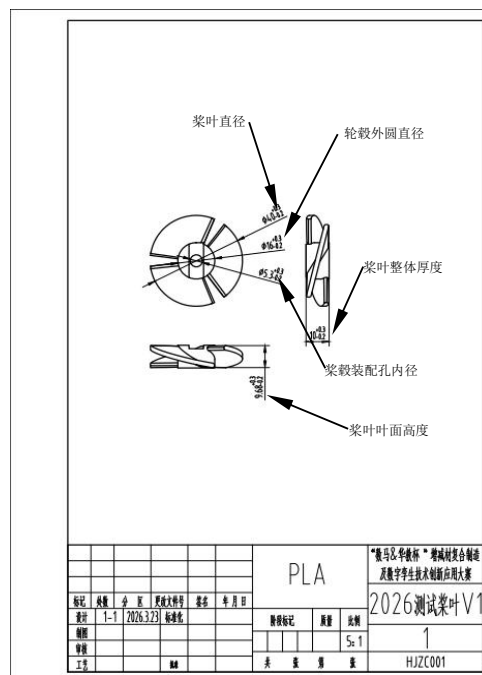

图 3 标注尺寸样图
(1) 桨叶、夹具（仅对高职高专要求）、水面航行器进行三维模型截图（模型必须为实体图，不能为线框图），必须有零件整体截图、正面、反面方向各一张并做好截图位置文件夹分类。
(2) 生成桨叶二维图纸需放在标准图框中（标准图框由组委会提供），二维图纸上应标注相应尺寸，尺寸应包含有公差，所有尺寸公差应控制在 $\pm 0.1\text{mm}$ 内，标注尺寸数量不少于 5 个，标注的尺寸必须包含桨叶整体厚度、桨叶直径、桨毂外圆直径、桨叶叶面高度、桨毂装配孔内径五个关键尺寸，详见图 3。提交的工程图要求包含桨叶完整三视图，清晰标注全部尺寸，提交格式为 PDF。